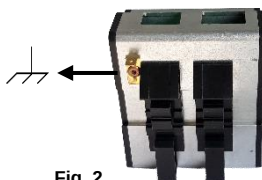

Fig. 2
- Die externe Erdung auf der Rückseite des EXD-U02, ist zwingend vorgeschrieben. (Fig. 2).